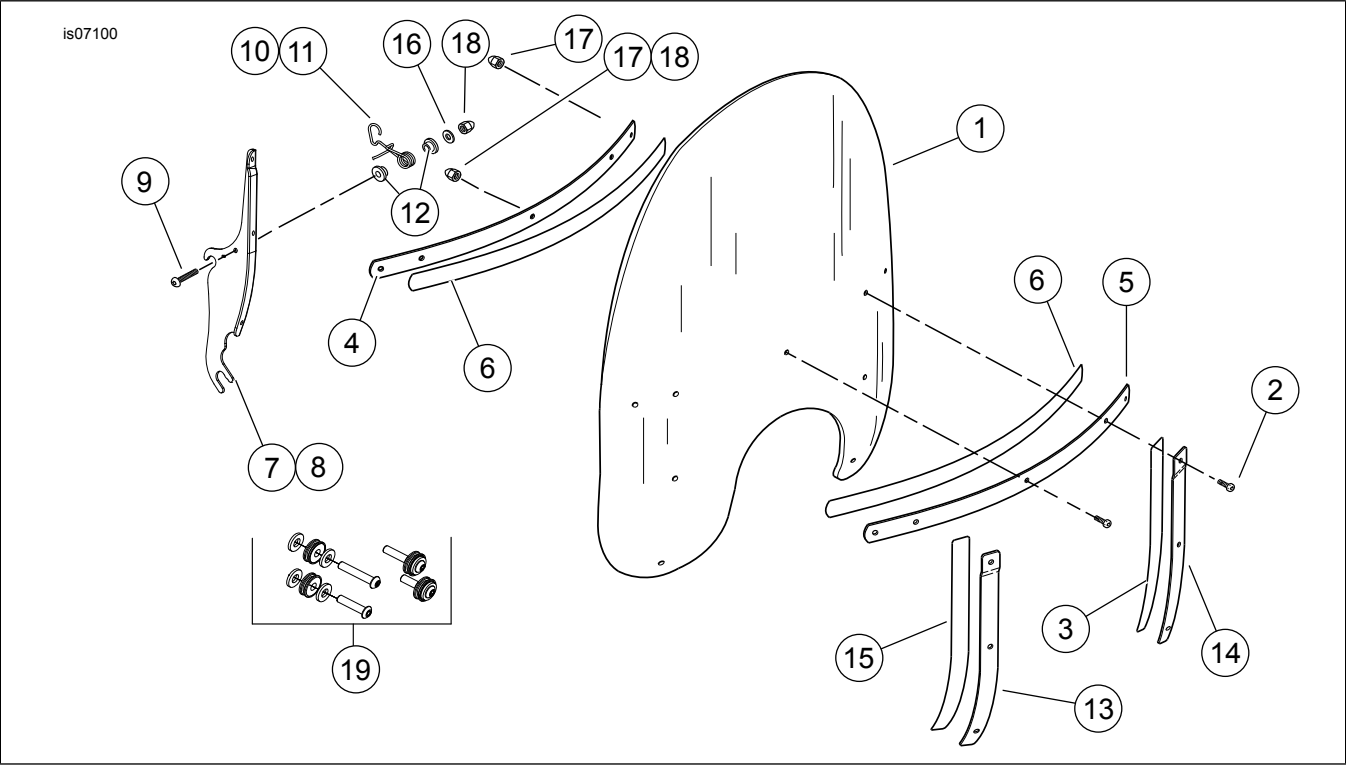
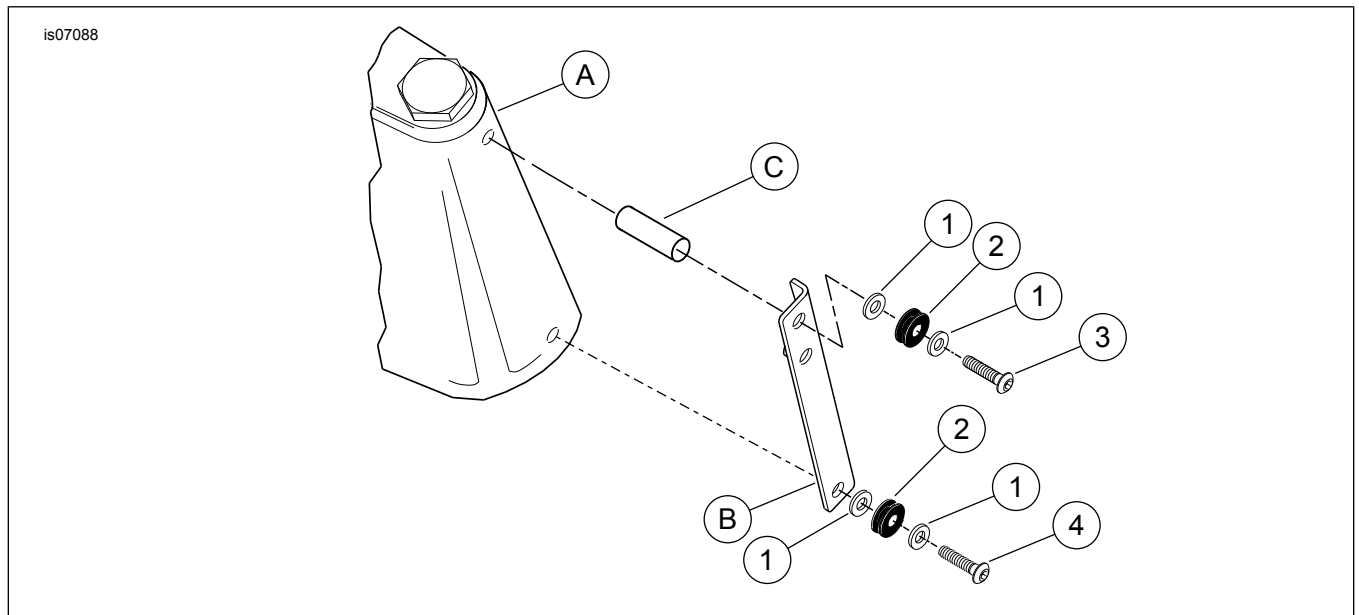

Figura 1. Parti di ricambio: Kit parabrezza
Figura 2. Parti di ricambio: kit bulloneria di ancoraggio
Vedere Figura 1 e Tabella 1, Figura 2 e Tabella 2.
2. Figura 2 e Tabella 2. Rimuovere ed eliminare la vite (4) e la rondella (1) della staffa della luce originale inferiore antinebbia/di sorpasso.
3. Collocare una nuova rondella piatta (1), una boccola (2) ed una rondella piatta (1) su una vite da 1 pollice e 3/8 (4) prese dal kit. Avvitare la vite attraverso il foro inferiore della staffa della luce antinebbia/di sorpasso, nel coperchio decorativo della forcella e nella piastra dello sterzo. Serrare.